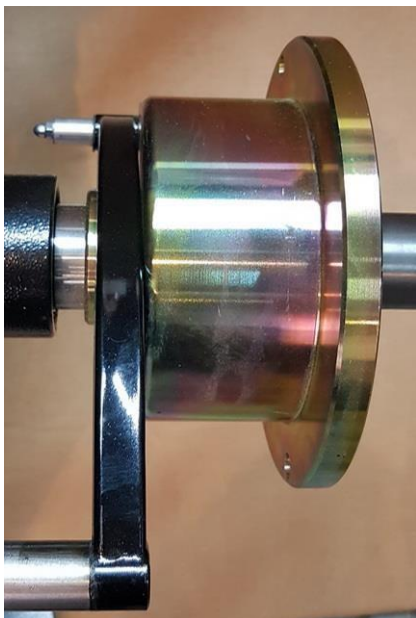

Рис. 20.1.
20.1.1. Калибровка тракта измерения дистанции. Для оценки погрешности устройства ввода дистанции выдвиньте штангу ввода параметров и уприте внешнюю боковую сторону её рукоятки в задний торец фланца вала, как показано на (рис. 20.1). При этом на экране ввода геометрических параметров (см. рис.10.2) появится величина дистанции. Если величина дистанции не равна 185 ± 5 мм, то устройство ввода дистанции требует калибровки.
боковую сторону её рукоятки в задний торец фланца вала, как показано на (рис. 20.1) и нажмите кнопку «ENTER». В окне КАЛИБРОВКА ДИСТАНЦИИ выделится второй пункт: «2. Вставьте ручку дистанции в нижнее отверстие, нажмите кнопку «ENTER»